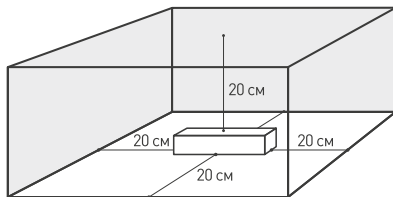

Рис. 1.
- 4.3. Для естественной вентиляции обеспечьте свободное пространство вокруг источника питания не менее 20 см, как изображено на рис. 1. При невозможности обеспечить свободное пространство используйте принудительную вентиляцию. В случае установки в ограниченном пространстве (например, лайтбокс или профиль) предусмотрите обеспечение требуемого температурного режима источника питания. Не допускайте работу блока питания с температурой корпуса, равной t_c , т. к. это снижает гарантийный срок в 2 раза.